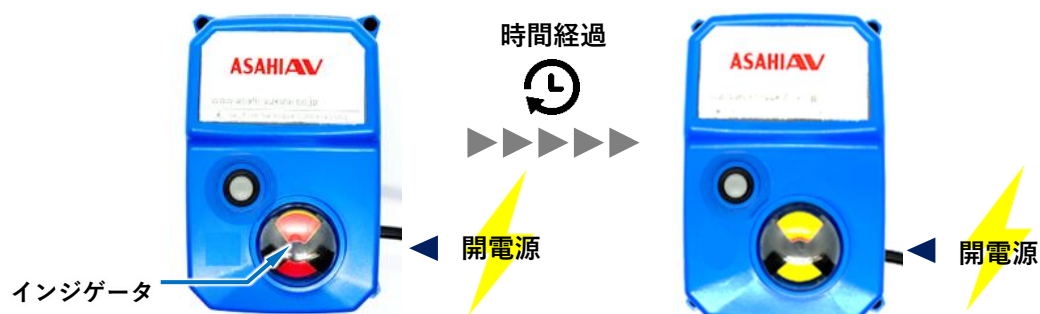

図 7.2-2 開制御
- ① アクチュエータのインジゲータが『赤色一色』であることを確認します。
- ② 配電盤からアクチュエータへ開電源(プリケーブルの青-黒間に電源)を供給します。
- ③ 時間経過後、アクチュエータのインジゲータが『黄色一色』で自動停止することを確認します(図 7.2-2)。